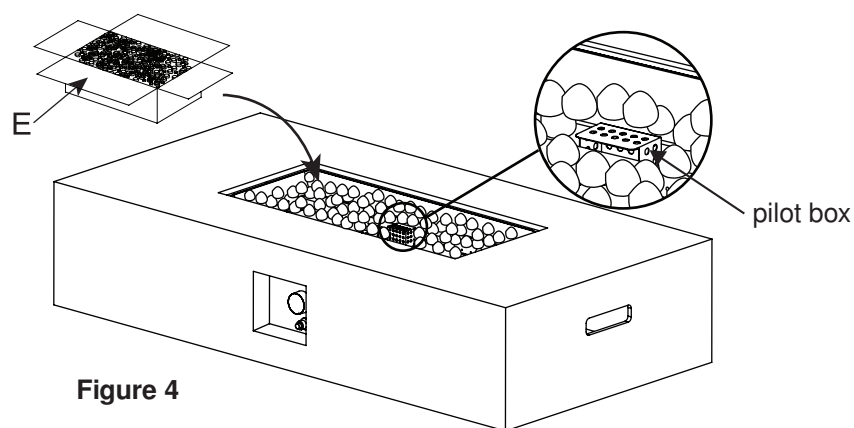

Figure 4
5. Nasypte lávové kamene (E) do ohniskovej misy (B) (pozri Figure 4).